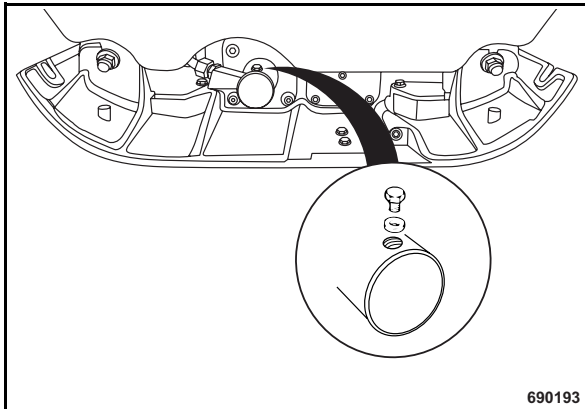

Fig. 78
- Slacken the bleeding screw (Fig. 78).